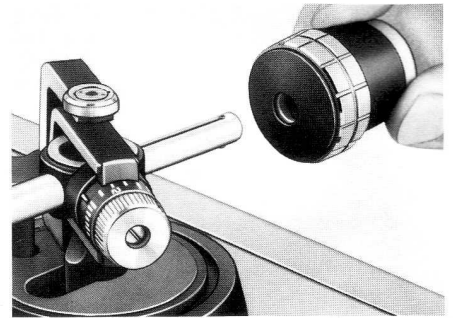

Fig. 3
- Drehen Sie das Tonarm-Balancegewicht **3** auf das hintere Tonarmende. (Fig. 3).